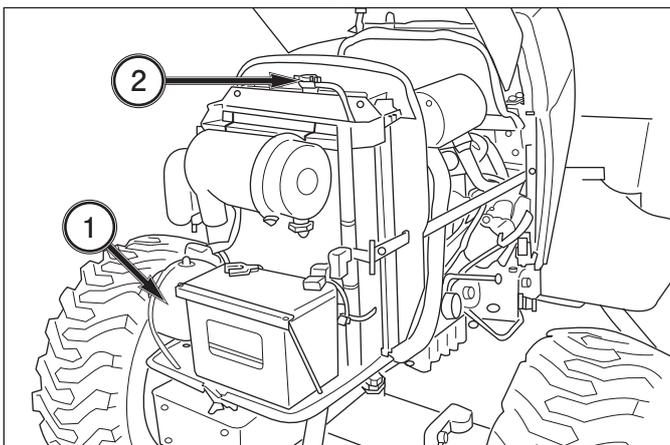

FIG. 6-15
**FIG. 6-15:** Serrez fermement le bouchon du radiateur, 2, et le bouchon du vase d'expansion. Démarrez le moteur et faites-le tourner pendant environ 5 minutes à moyen régime (env. 1500 t/min). Puis arrêtez le moteur.